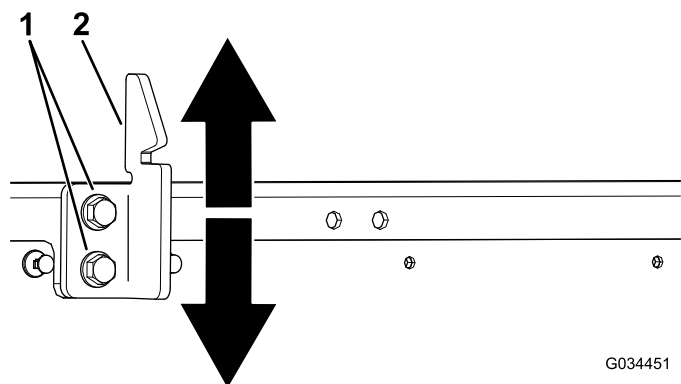

図 52
3. 荷台のラッチストライカのボルト2本をゆるめて、ストライカの上下位置を調整する 図 52。
4. ラッチストライカのボルト2本を締め付ける 図 52。